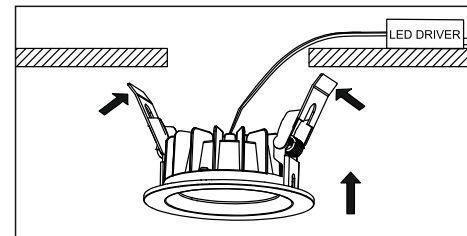

Рис. 3
- Прижимайте пружинные клипсы к корпусу светильника, правильно вставьте светильник в установочное отверстие, убедитесь, что он установлен правильно (рис. 3 и 4).